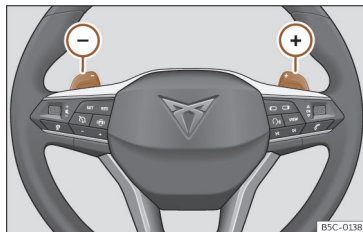

Fig. 122 Volante: alavancas para mudança automática de velocidades.
- Pressione a alavanca de mudanças (+) para engrenar uma velocidade mais alta >>> **Fig. 122**.